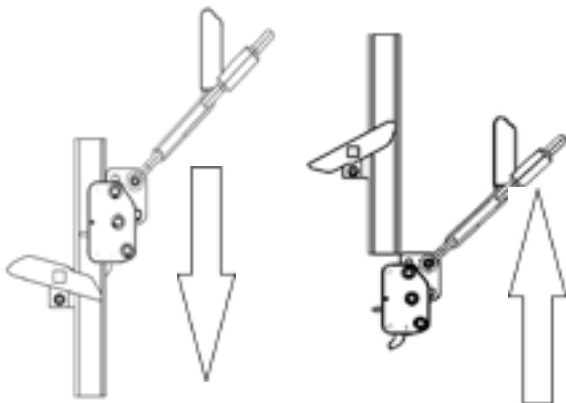

Abb. 17 Einstieg in die Steigschutzschiene
3. Beim Erreichen des Sicherungsläufers der Endanschläge vom Typ A oder Typ B (Abb. 17) wird verhindert, dass der Sicherungsläufer die Steigschutzschiene ungewollt nach oben bzw. unten verlässt.